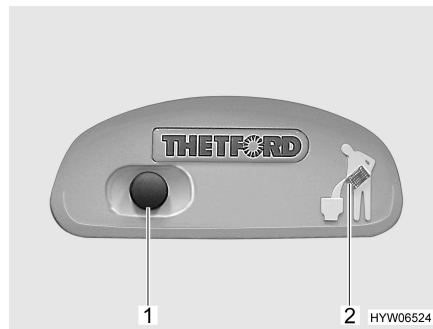
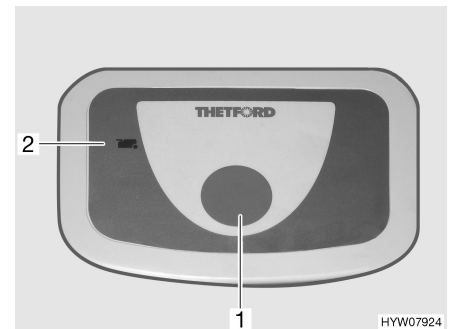

Fig. 95 Bouton pour la chasse d'eau/ voyant de contrôle des toilettes Thetford
Fig. 96 Bouton pour la chasse d'eau/ voyant de contrôle des toilettes Thetford (alternative)
- Pour actionner la chasse d'eau, appuyer sur le bouton bleu (Fig. 95,1 ou Fig. 96,1).
Le voyant de contrôle (Fig. 95,2 ou Fig. 96,2) s'allume lorsque le réservoir pour matières fécales doit être vidé.